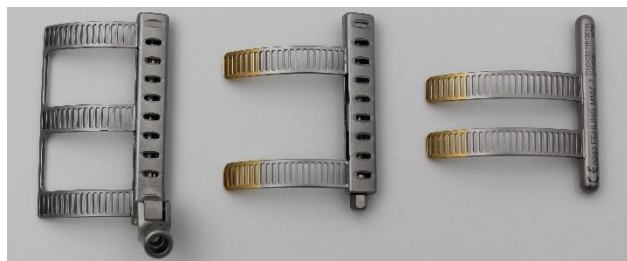

Fig. 22
3. Lo strumento smontato nei suoi singoli componenti (Fig. 22) può ora essere ricondizionato.